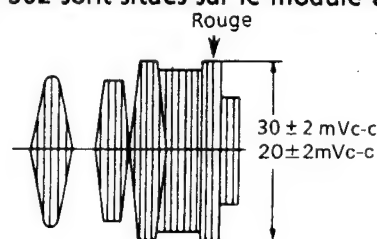

Figure 2-7.
5. Régler R504 de sorte que l'amplitude de la section rouge est 30 ± 2 mVc-c (VC-48FPM) 20 ± 2 mVc-c (VC-58FPM, VC-68FPM) comme indiqué dans la Figure 2-7.